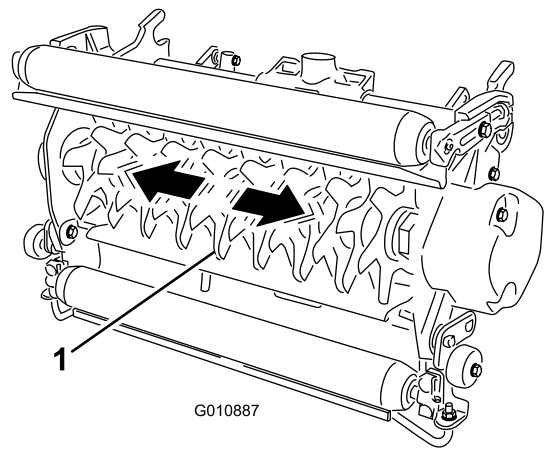

Figura 16
1. Sujete el eje del molinete e intente mover el conjunto del molinete de un lado a otro (Figura 16).